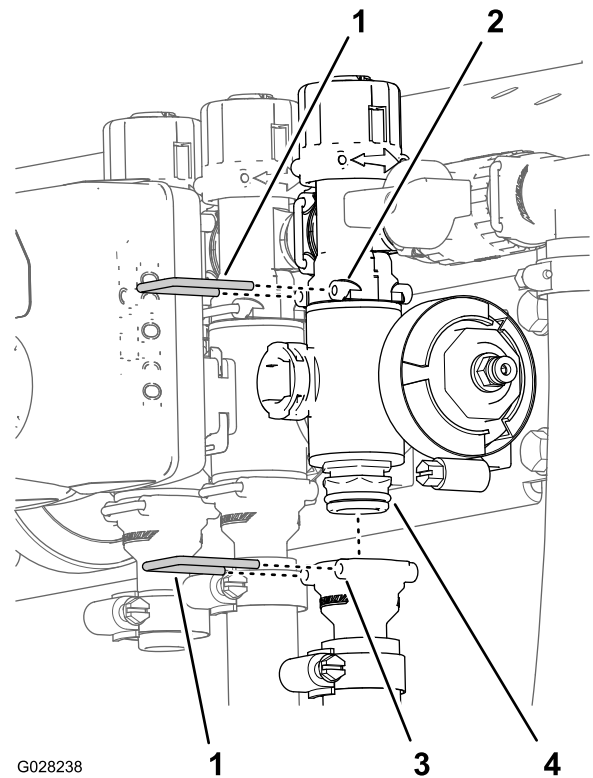

Bild 115
- Entfernen Sie den Halter, mit dem der Abschnittventilverteiler am Anschlussstück des Sicherheitsventils befestigt ist (Bild 115).